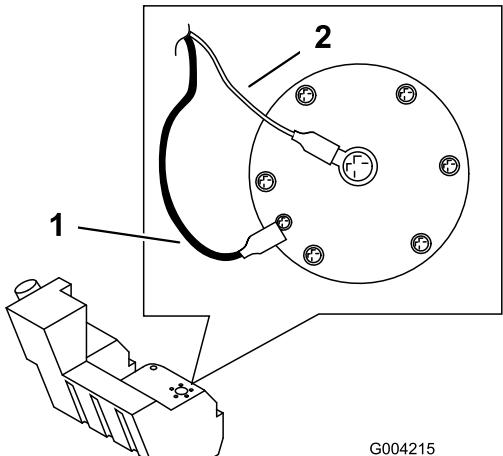

Figura 57
- Desconecte los dos cables que van al lado derecho del depósito (Figura 57).
- En el lado derecho del depósito, conecte el cable naranja al borne central y el cable negro al borne exterior (Figura 57).